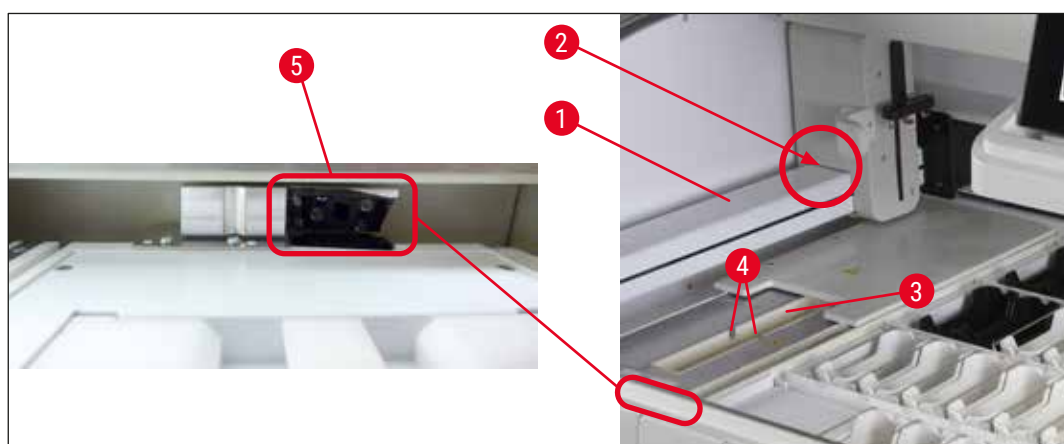

Рис. 95
- При использовании считывателя штрих-кодов (опция) частицы, образующиеся в результате истирания, могут переноситься из штативов и скапливаться в и вокруг счетчика предметных стекол (→ "Рис. 95"). В связи с этим пользователь должен тщательно проверять эти зоны в процессе ежедневной настройки прибора и при необходимости очищать с помощью пылесоса. Использование салфеток не рекомендуется во избежание перенесения частиц в другие критически важные зоны прибора.